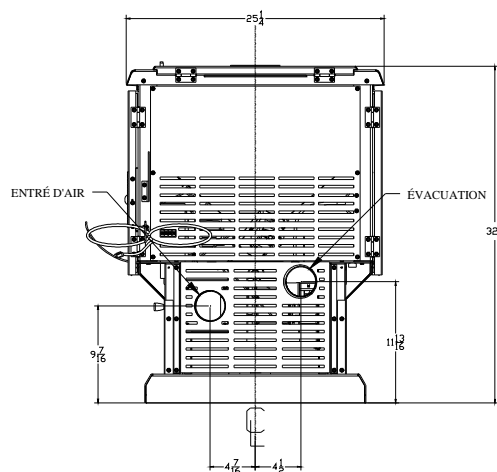

FIGURE 4
2. Marquez la position du trou au mur directement derrière la buse d'évacuation (voir figure 4).